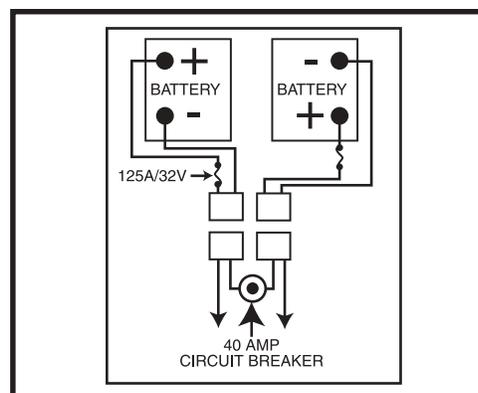

Figure 14. Diagramme de branchement des batteries
7. Placez les nouvelles batteries dans les boîtiers en positionnant les bornes faisant face au mât du siège. **Voir la figure 14.**